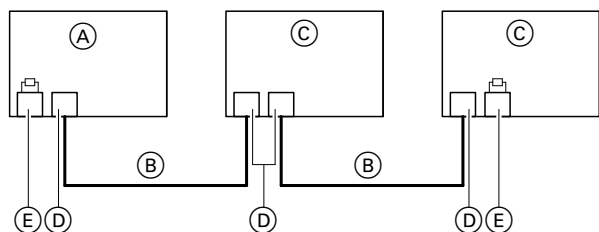

Abb. 40
- Der Viessmann CAN-BUS ist für die BUS-Topologie „Linie“ mit beidseitigem Abschlusswiderstand (Terminierung) ausgelegt: Siehe Abb. 40.